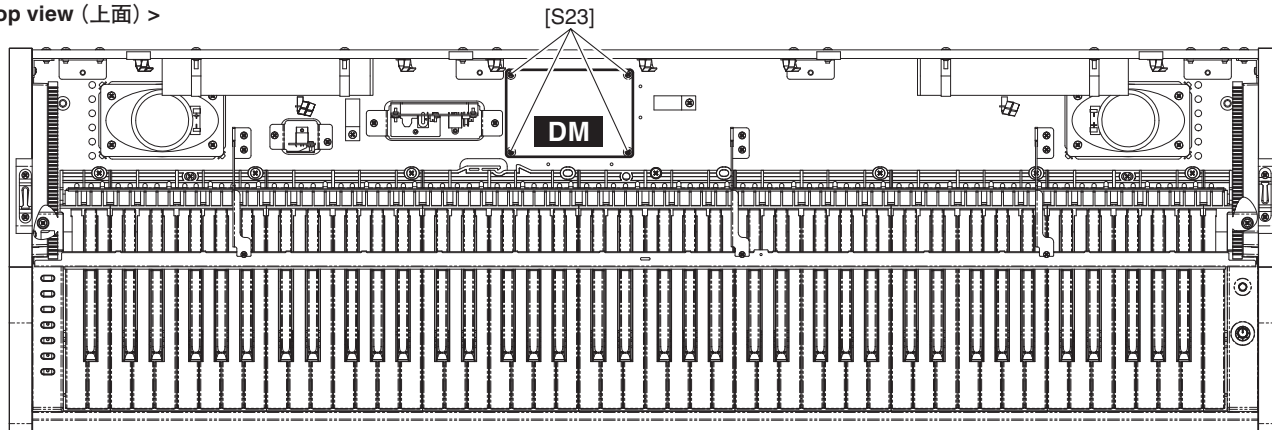

Fig. 2 (図2)
- 3-3 Remove the four (4) screws marked [S23]. The DM circuit board can then be removed. (Fig. 2)
- 3-3 [S23] のネジ 4 本を外して、DM シートを外します。(図 2)